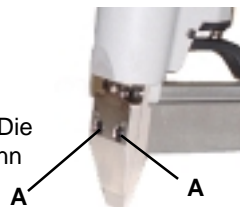

Abbildung 6
2. Entfernen Sie die beiden in Abbildung 6 gezeigten Befestigungsschrauben in der unteren Führung (A). Die untere Führung und der Stabilisatorschuh können dann als eine Baugruppe entfernt werden.